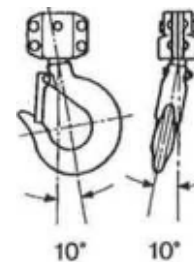

Рис. 1
9. Если вертикальный угол шейки верхнего или нижнего крюка достигает  $10^\circ$  градусов, крюк необходимо заменить (Рис. 1).